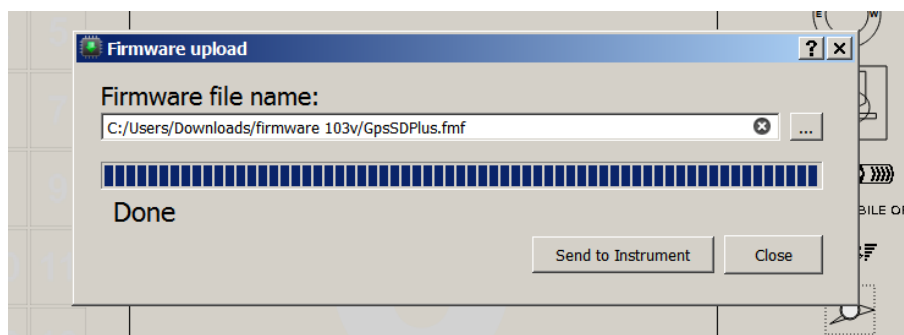

FIGURE 9.2 – Mise à jour du logiciel terminée
6. Quand le processus est fini, l'application affiche un message disant *complete* (terminé) (voir la Figure 9.2). Déconnectez le câble USB et le NAV SD se mettra en marche.